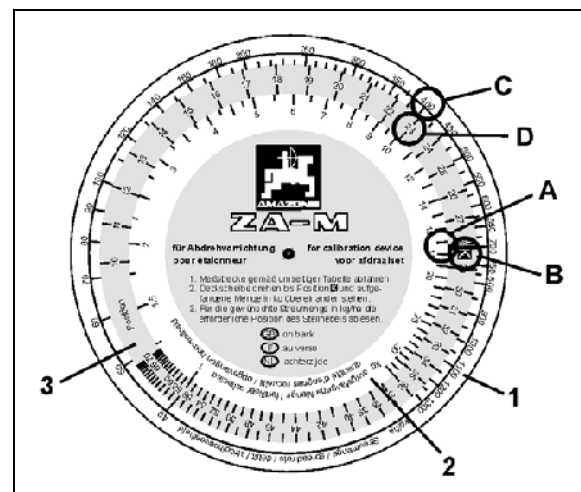

Fig. 60
7. Rechenscheibe für die Abdehvorrichtung zur Hand nehmen. Auf Skala (Fig. 60/2) für aufgefangene Menge [kg] Zahlenwert "17,5" (Fig. 60/A) aufsuchen und mit Position "K" (Fig. 60/B) der farbigen Skala (Fig. 60/3) übereinanderstellen.
8. Gewünschte Streumenge (400 kg/ha) (Fig. 60/C) auf der Skala für die Streumenge (Fig. 60/1) aufsuchen und erforderliche Schieberstellung (Position) "23" (Fig. 60/D) ablesen.